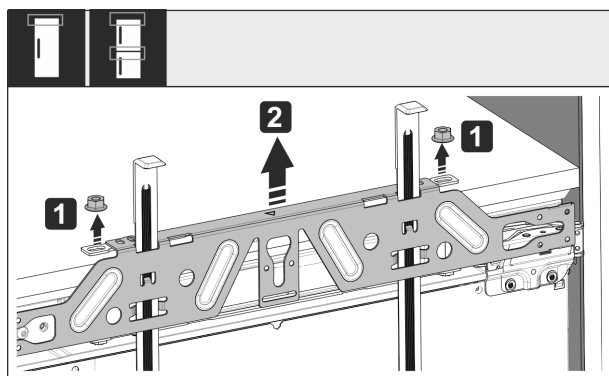

Fig. 53
- Desserrer les contre-écrous Fig. 53 (1).
- Retirer la traverse de fixation Fig. 53 (2).